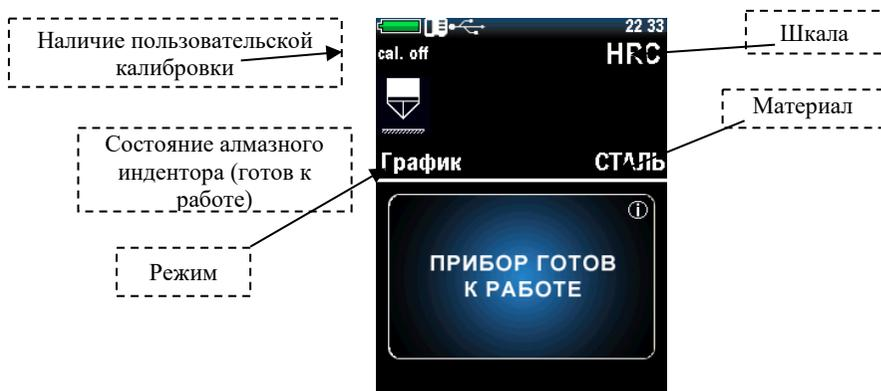

Рисунок 2.5 – Раздел «ИЗМЕРЕНИЯ»
4. Так как датчик уже подключен прибор сразу переходит в раздел «ИЗМЕРЕНИЯ» (рис. 2.5).